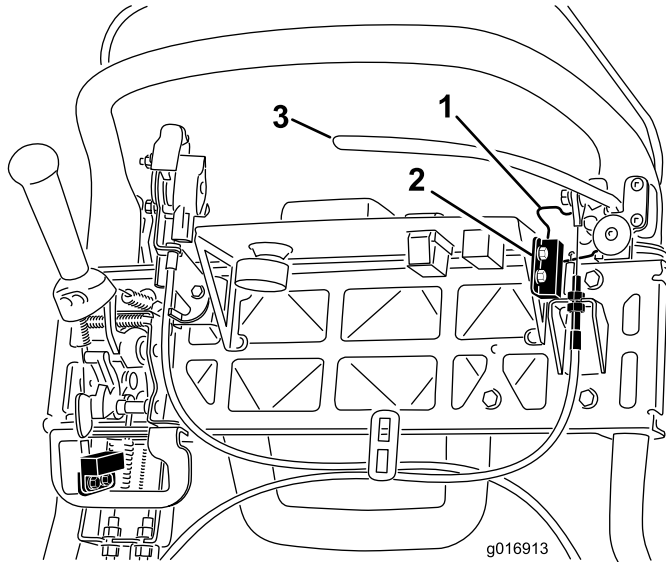

図 39
4. インタロックスイッチを固定しているねじをゆるめる (図 39)。
5. 駐車ブレーキのラッチとインタロックスイッチとの間に厚さ 1.6mmのシムをはさむ (図 39)。
4. ケーブルの張りを強くするには、上側ケーブルのジャムナットをゆるめて、下側ケーブルのジャムナット (図 39) を締め、156 N (15.8 kg) の力で駐車ブレーキのラッチが解除されるように調整する。ブレーキバンドが締めまりっぱなしにならないよう注意すること。